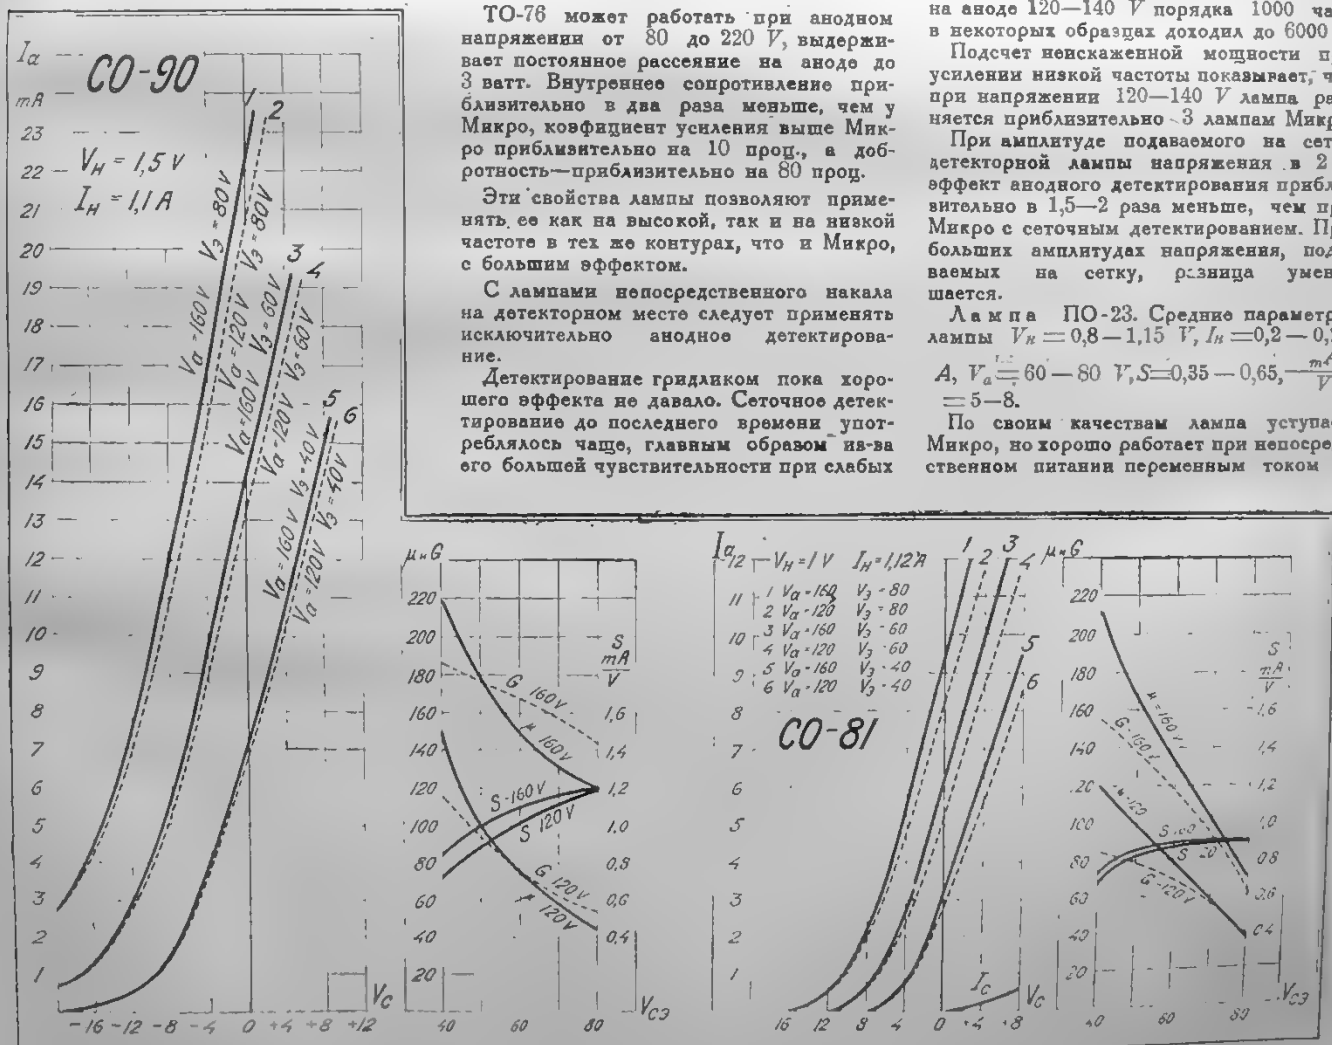

Рис. 1. Характеристики экранированных ламп CO-90, CO-81
**ЛАМПА СО-81.** На рис. 1 приведены статические характеристики лампы при различных напряжениях анода и экранирующей сетки, зависимость тока накала и анодного тока от напряжения накала и зависимость величины коэффициента усиления  $\mu$ , крутизны  $S$  и  $G$  — добротности лампы, т. е. произведения  $S\mu$ , от приложенных напряжений на аноде и экране.